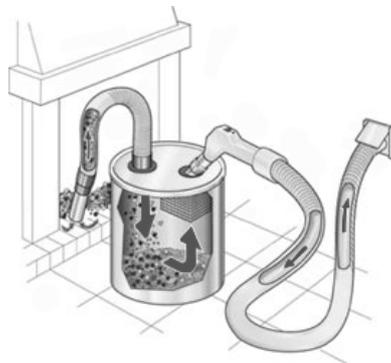

Figura 1
2. El Sistema de aspiración centralizada DUO VAC no debe utilizarse para el aspirado de líquidos ni para la limpieza de suelos mojados. Para estas ocasiones disponemos de un accesorio adicional especial, recuperador de agua y cenizas. (Figura 1)